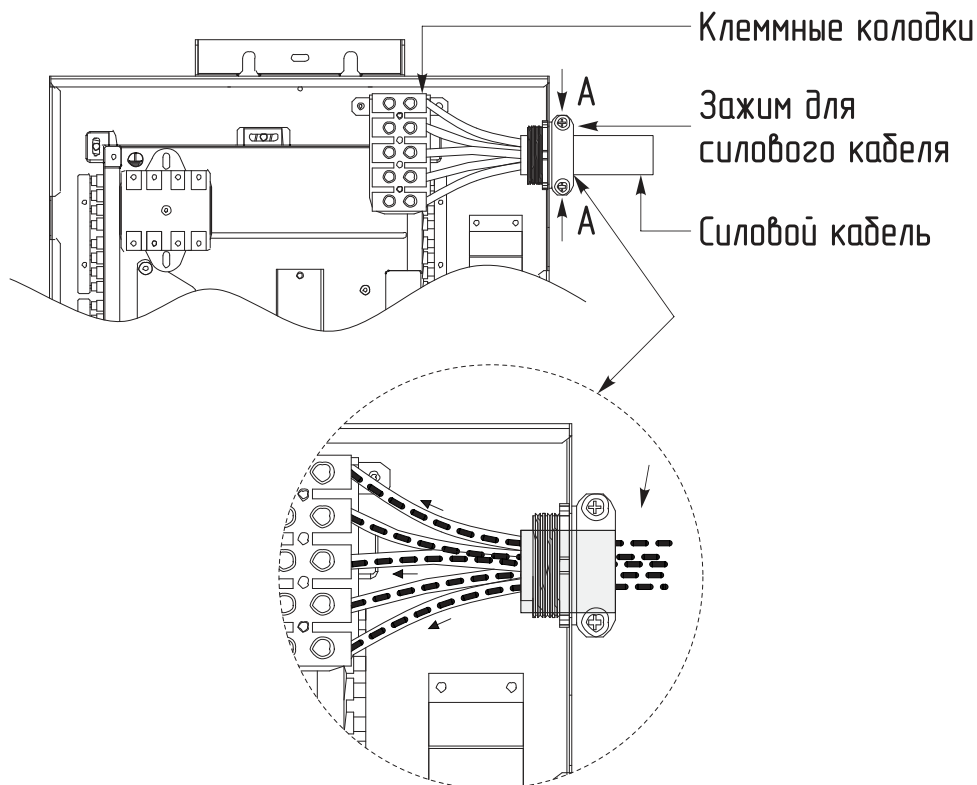

Рис.16 Заведение силового кабеля в ZOTA JOY 36 кВт
Ослабьте зажим силового кабеля в точках **А** **Рис.16**, затем протяните силовой кабель через зажим, как показано на **Рис.16**.
4. Зафиксируйте кабель питания прикрутив и затянув фиксатор кабеля (для моделей ZOTA JOY 7-9 кВт 220 В и 9-12 кВт 380 В), либо затянув сальник кабеля питания (для моделей ZOTA JOY 15-24 кВт, 380 В), либо затянув зажим силового кабеля в точках **А Рис.16** (для ZOTA JOY 36 кВт, 380 В);